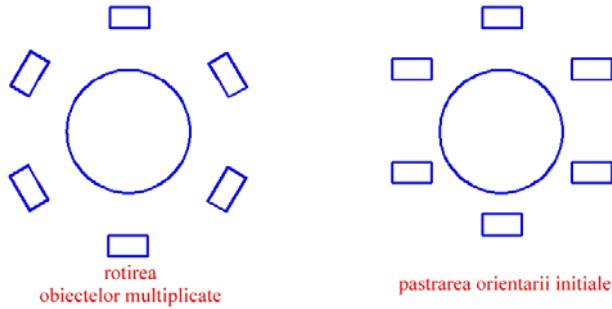

Figura 2.7.7
- opțiunea de rotire a obiectelor multiplicate (**Rotate items as copied**) sau de păstrare a orientării initiale și în noile poziții (figura 2.7.7). Pentru această aplicație opțiunea va fi bifată;